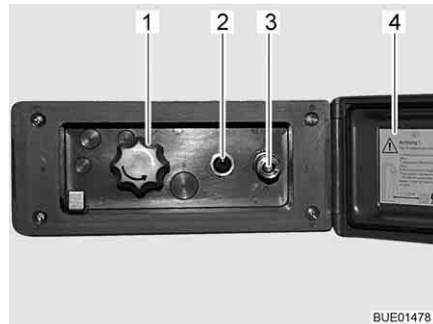

Bild 77 Duschanslutning utsida
- Lås upp och öppna locket (Bild 77,4).
- Anslut ytterduschens slang med snabbkopplingen (Bild 77,3).
- Koppla in vattenpumpen med brytaren (Bild 77,2).
- Ställ in vattentemperaturen enligt önskemål med vredet (Bild 77,1).
- Koppla ur vattenpumpen med brytaren (Bild 77,2).
- Slå av vattenpumpen med brytaren (Bild 77,2).
- Stäng locket (Bild 77,4) och lås det med nyckeln.
- Ställ vredet (Bild 77,1) på mittläget.